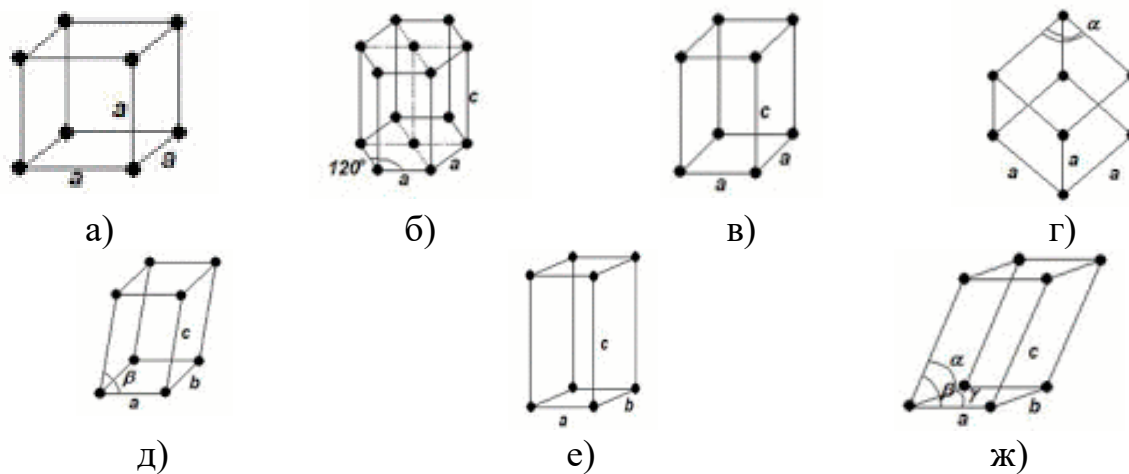

Рис. 2. Формы элементарных кристаллических решёток
2. Определить форму элементарной ячейки. Всего имеется семь форм (рис. 2): кубическая (а), гексагональная (б), тетрагональная (в), тригональная (г), моноклинная (д), ромбическая (е), триклинная (ж). Медь обладает кубической формой решётки, отличающейся наибольшей симметрией.